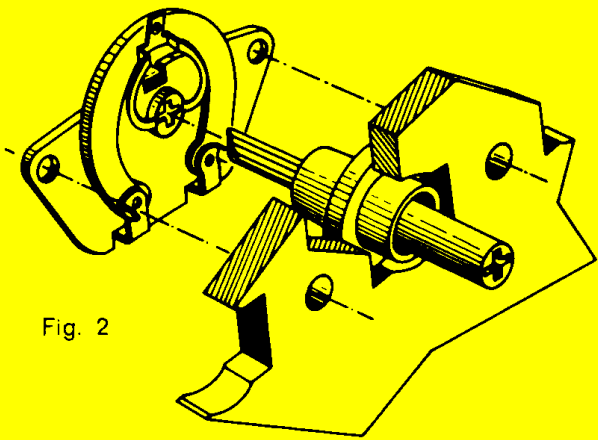

Fig. 2
Potentiomètre (fig. 2).
1. Montage d'un potentiomètre (fig. 2).
potentiomètre (40) en y ajoutant l'axe de prolongement (42), et enfiler les deux trous de la plaquette sur les extrémités des deux épingles à cheveux. La fixation en est assurée par deux morceaux de fil. (fig. 2 b).
Fig. 2 b